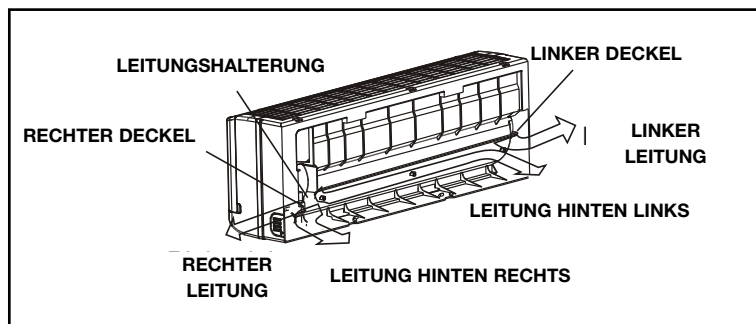

Abb.4
1. Nehmen Sie die Schutzabdeckung der Leitung (je nach Verlauf der Leitung rechts oder links gelegen) vom Seitenpaneel (Abb. 4.)